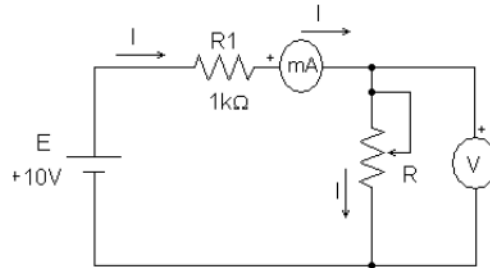

Figura 4: Circuito para estudo do potenciômetro e comprovação da 1ª Lei de Ohm.
1. Monte o circuito mostrado no esquema elétrico da figura 4, no qual R é um potenciômetro de $4k7\Omega$ (resistência máxima do potenciômetro).